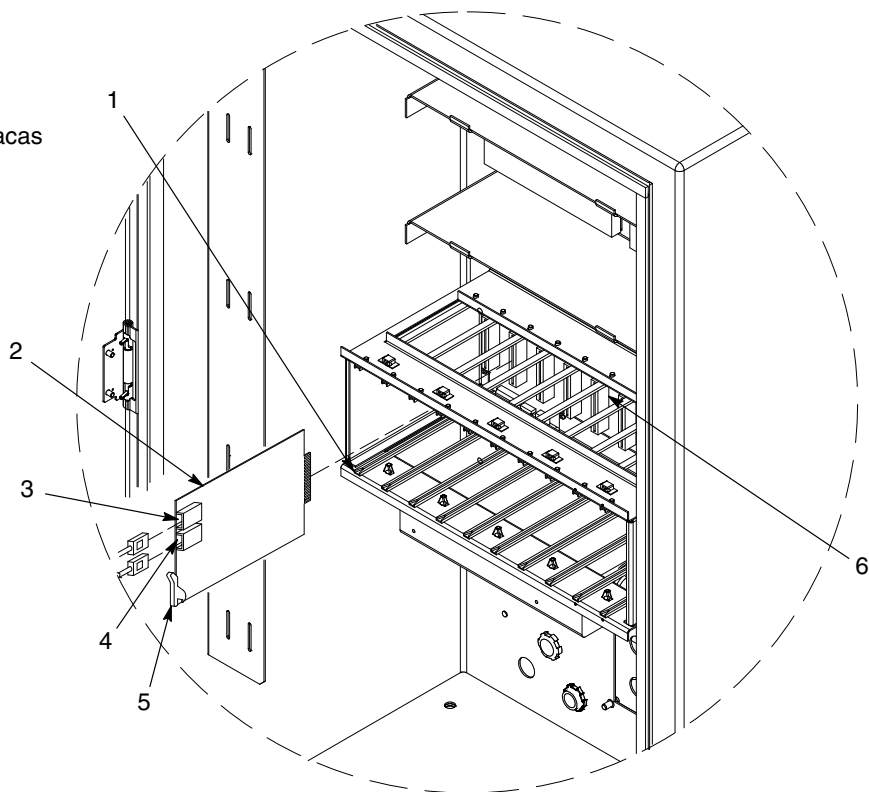

Figura 5-2 Substituição da placa de controlo da pistola
Consulte a figura 5-2. As placas de controlo das pistolas (2) estão instaladas na caixa das placas, da direita para a esquerda. Cada placa controla duas pistolas: a tomada inferior é o número da pistola impar; a tomada superior é o número da pistola par.